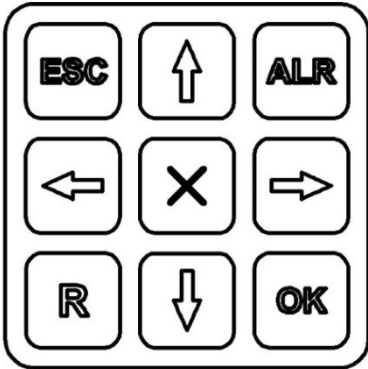

Рисунок 3 – Клавиатура КРПЧ «вверх»
При подаче сигнала L-диапазона на вход КРПЧ он делится и подается на ПЧ1 (на рис.3а выбран основным) и ПЧ2 (на рис.3а выбран резервным). Преобразованные сигналы выходят из ПЧ1 и ПЧ2 и поступают в контроллер резервирования на «Вх.1 С» и «Вх.2 С», далее через СВЧ-коммутатор на Выход С.
- убедиться, что схема собрана в соответствии с рис.3а, аппаратура подключена к сети питания и все настройки, в том числе выбор источника опорной частоты 10 МГц, выполнены верно;